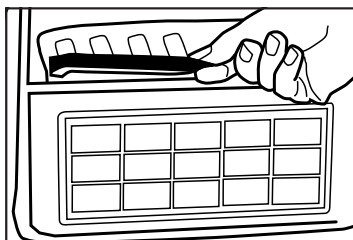

Fig. 5
2. Retire el filtro secundario y reemplácelo con uno nuevo (Fig. 5).